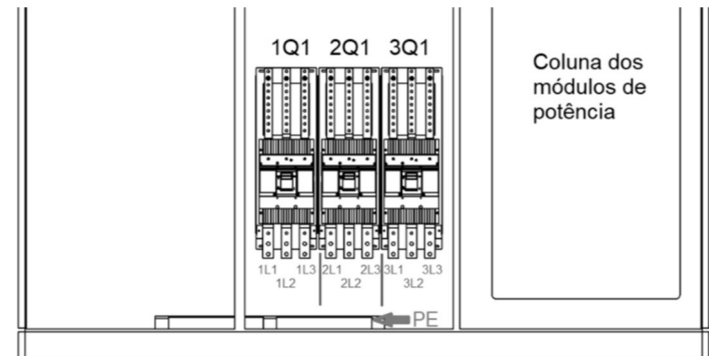

Figura 5.1- Conexões dos cabos de alimentação - Três fases por disjuntor e aterramento (PE)
- As bitolas dos condutores especificadas consideram a tensão de alimentação de 380V. Um esquema detalhado de ligação é apresentado na Figura 5.1.
- Cada barra de entrada possui dois (02) furos M12, cada furo M12 permite a conexão de até dois (02) terminais, uma pela frente e outro por trás da barra.